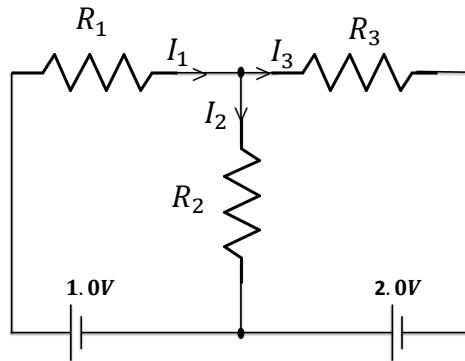

Figure 1
**Partie 1:** Circuit à trois résistances de la Figure 1
1. Considérez le circuit de la Figure 1, ci-dessous, en prenant  $R_1 = 560 \Omega$ ,  $R_2 = 330 \Omega$ , et  $R_3 = 100 \Omega$ .